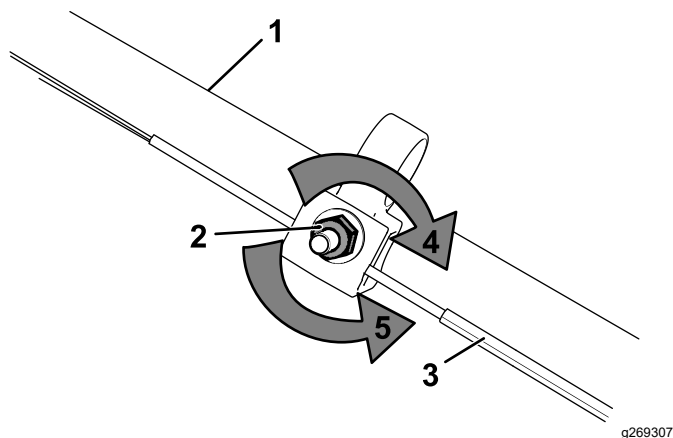

Figure 27
1. Tournez l'écrou de réglage dans le sens antihoraire pour desserrer le réglage du câble (Figure 27).
- Ajustez la tension du câble (Figure 27) en le tirant en arrière ou en le poussant en avant puis en le maintenant à cette position.